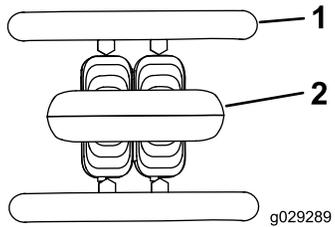

Bild 6
- Lassen Sie zum Anhalten den Fahrtriebshebel los (**Bild 6**).